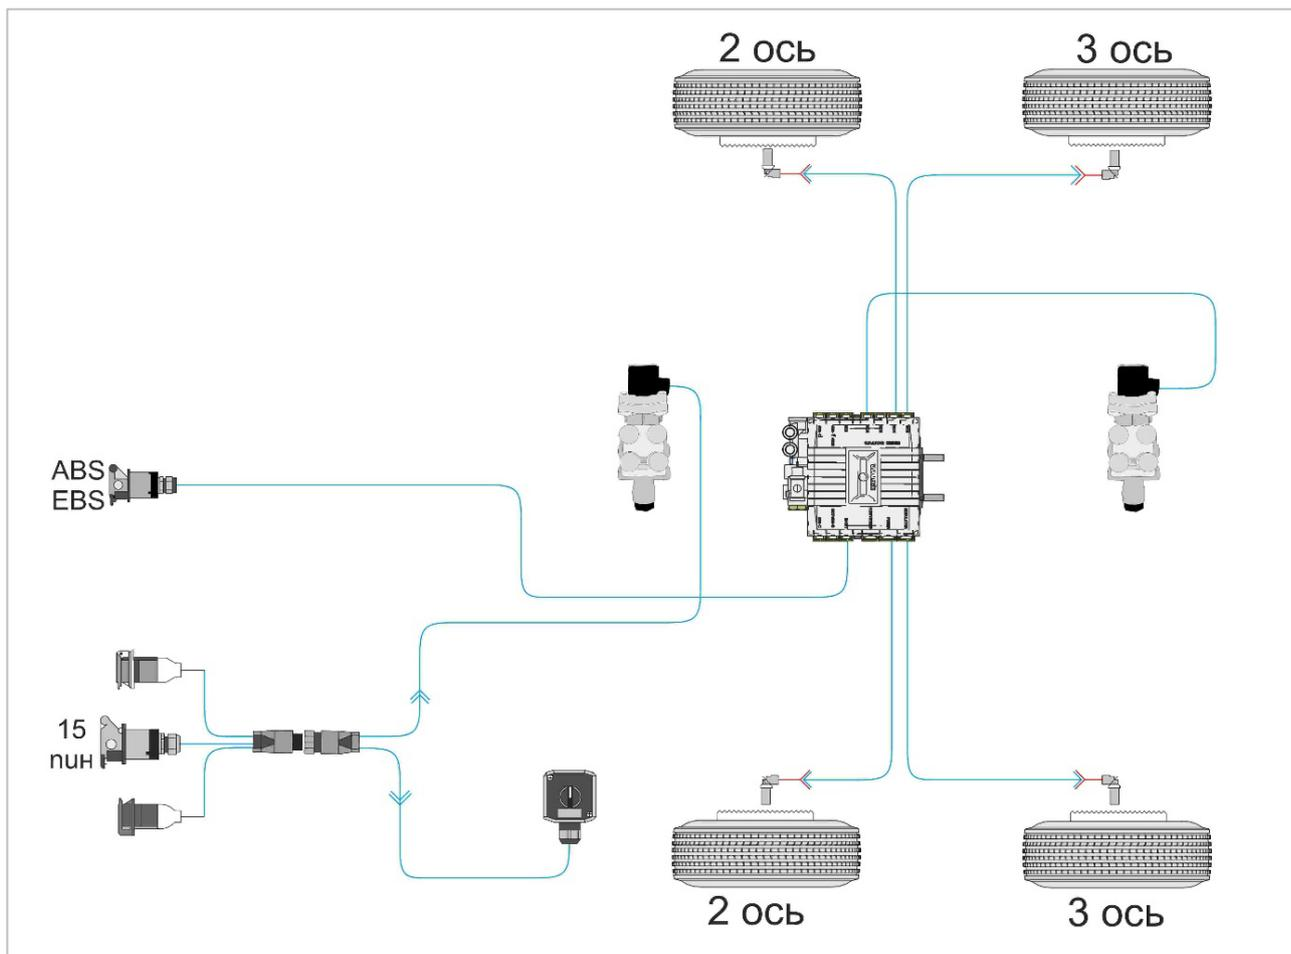

Рис. 29.3. Электрическая схема
2) Управление первой подъёмной осью в ручном режиме, второй (или четвёртой) в автоматическом режиме. Управление первой подъёмной осью в ручном режиме осуществляется переключателем вручную. Управление второй (или четвертой) подъёмными осями осуществляется автоматически, в зависимости от загрузки полуприцепа. (Рис. 29.3.)